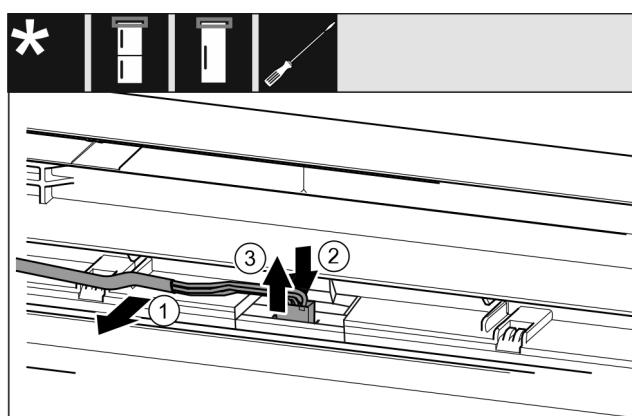

Fig. 20
- Atbrīvojiet uzmanīgi pelēko kabeli no vadotnes durvīs. Fig. 20 (1)
- Spiediet mēlīti aiz spraudņa uz leju. Fig. 20 (2)
- Izvelciet uzmanīgi spraudni uz augšu. Fig. 20 (3)